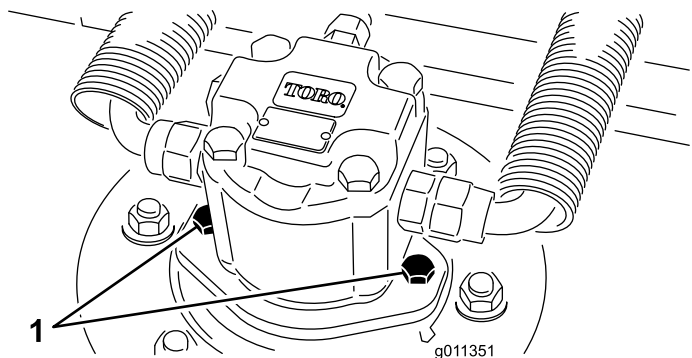

Рисунок 10
2. Отсоедините и демонтируйте гидромотор с деки (Рисунок 10). Накройте верхнюю часть шпинделя для предотвращения загрязнения.
4. Установите гидроцилиндр на деку (Рисунок 10). Убедитесь, что уплотнительное кольцо находится в штатном положении и не повреждено.